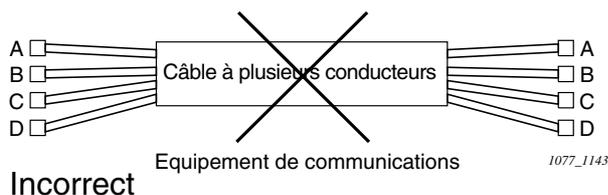

Fig. 3
4. Ne pas câbler les lignes à courants faibles de différents équipements à l'aide de câbles à plusieurs conducteurs. (Fig. 3)